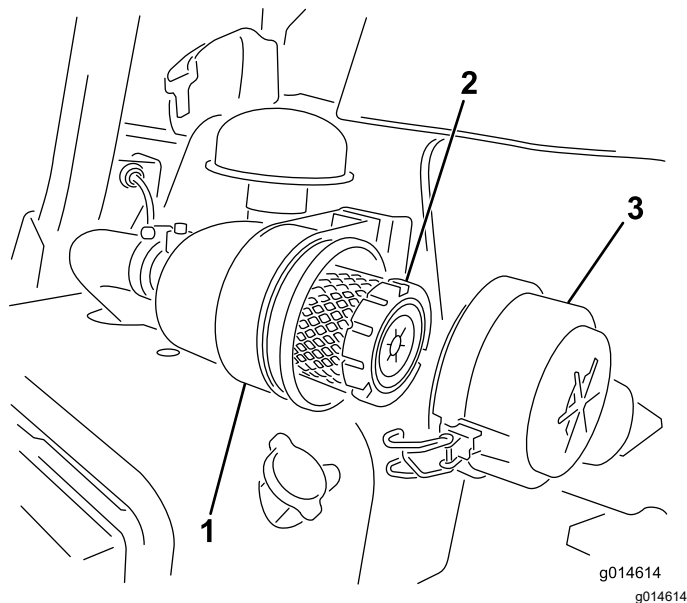

Figura 28
1. Abra los enganches que sujetan la tapa del limpiador de aire a la carcasa del limpiador de aire (Figura 28).
7. Cierre los enganches (Figura 28).